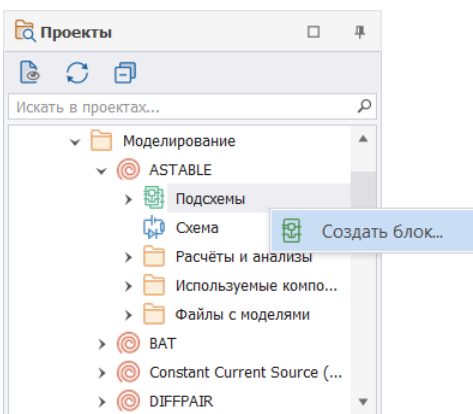

Рис. 22 Создание подсхемы
1. Вызовите контекстное меню с узла «Подсхемы» → «Создать блок», см. Рис. 22.